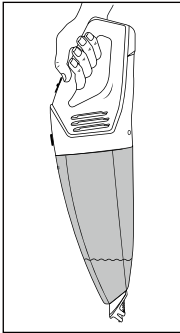

Fig. 3
- 1) Retire o aspirador de mão do suporte de parede ③. Se não utilizar o suporte de parede ③, retire a ficha USB-C ⑤ da entrada de carregamento na parte inferior do aspirador de mão.
- O bocal para frestas ② para limpar locais estreitos e pouco acessíveis.
- O bocal para líquidos ① para aspirar líquidos.
3) Para ligar o aparelho, desloque o interruptor Ligar/Desligar ⑥ para a frente até à posição I. A luz de controlo de carregamento ⑦ acende na cor verde.
4) Após a utilização, desloque o interruptor Ligar/Desligar ⑥ para trás à posição 0. O aparelho é desligado e a luz de controlo de carregamento ⑦ apaga-se.
① Nota
- Limpe o depósito de resíduos ⑪ imediatamente após ter aspirado líquidos. Caso contrário, formar-se-ão bactérias e germes! Verifique se o saco do filtro de pó ⑨ está completamente seco antes de voltar a utilizar o aparelho.
① Notas sobre a aspiração de líquidos
- Se tiver aspirado líquidos, transporte o aparelho sempre com o bocal para líquidos ① virado para baixo (ver fig. 3):